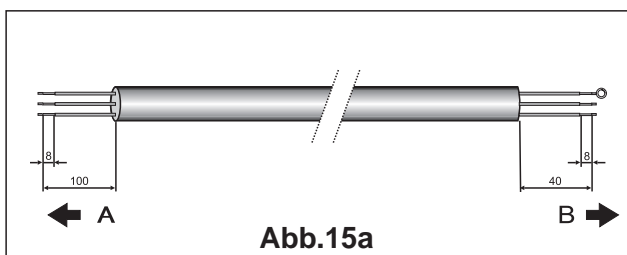

Abb.15a
2. Präparieren Sie die Kabelenden zur Stromversorgung für die Kabel zwischen den Außen und Innengeräten, wie in Abb. 15a bzw. 2b gezeigt wird.